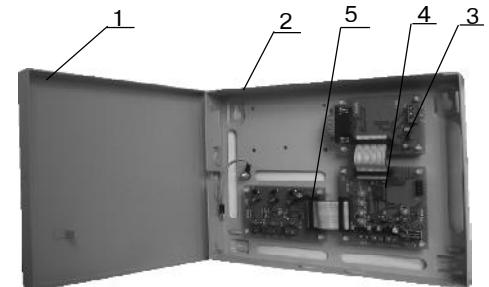
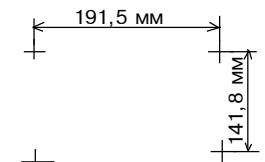

Рис. 102 Конструкция БСИ-А
Рис. 103 Схема разметки для установки БСИ-А
Конструкция БСИ-А предусматривает его размещение на стене. Основными элементами конструкции являются (рис.102): крышка(1), основание корпуса(2), плата центрального процессора(4), модуль преобразователя уровней (3), модуль расширения каналов(5). На плате центрального процессора расположены контактные колодки для подключения питания одного БЦ-А, разъемные соединения для подключения ПУ и МРК-А. Схема разметки приведена на рис.103.
- Разметьте отверстия для монтажных винтов на стене согласно схеме, приведенной на рис. 103 .